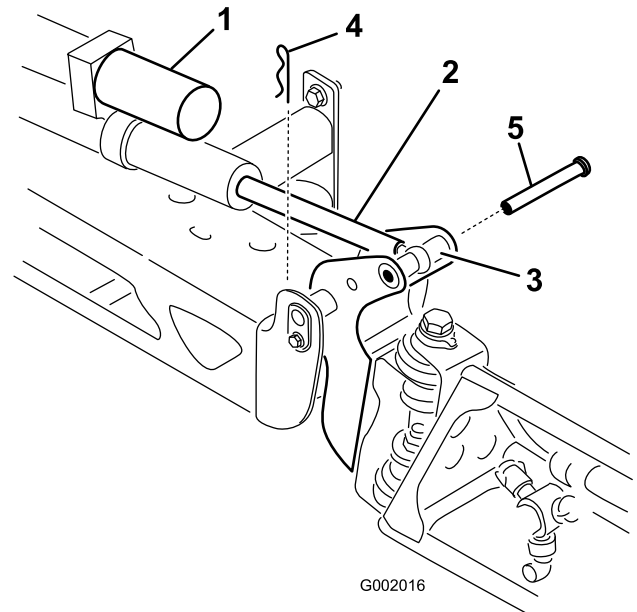

Figura 43
2. Retire o contrapino do pino de articulação (Figura 43).
3. Levante a rampa e retire o pino (Figura 43). Faça descer lentamente a rampa até ao solo.
6. Levante a rampa para alinhar a articulação com a barra do accionador. Enquanto segura na rampa, insira o pino através tanto da articulação da rampa como da barra do accionador (Figura 43).